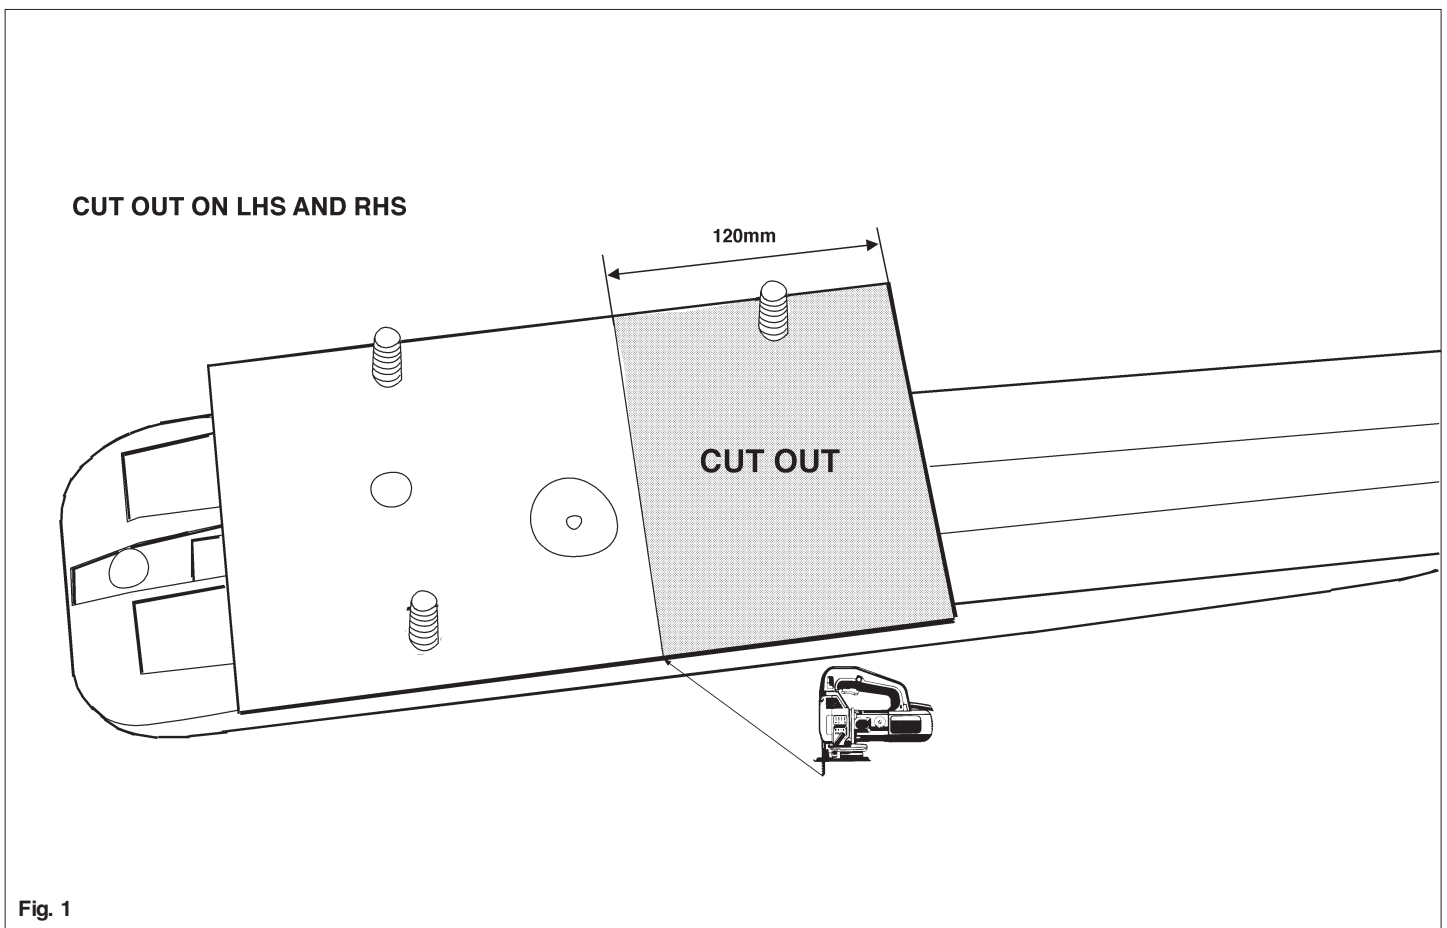

Fig. 1
2. Demonteer de bumper. Verwijder links en rechts de stelwiggen, deze komen te vervallen. Demonteer het aluminium bumperbinnenwerk uit de bumper. Zaag het aangegeven deel van het bumperbinnenwerk. (zie fig. 1). (120 diep x 110mm hoog). Haal links en rechts de de uitlaatdempers uit de ophangrubbers. Demonteer links en rechts de hitte schilden.
2. Remove the bumper. Remove the adjustment wedges at left and right; these will not be replaced. Remove the aluminium inner bumper fitting from the bumper. Saw a section out of the bumper inner fitting (see Figure 1 - 120 deep x 110 mm high). Take the exhaust silencers out of the suspension rubbers at the left and right. Take off the heat shields at left and right.
2. Die Stoßstange abnehmen. Links und rechts die Steilkelle entfernen. Diese werden nicht mehr benötigt. Die Aluminiuminnenverkleidung aus der Stoßstange herausnehmen. Den angegebenen Teil aus der Stoßstangeninnenverkleidung herausaggen (siehe Abb. 1) (120 tief x 110 mm hoch). Links und rechts die Auspuffdämpfer aus den Aufhängungsnummis nehmen. Links und rechts die Heißeischilder entfernen.
pare-chocs. Scier la partie indiquée dans la garniture de pare-chocs. (voir fig. 1). (profondeur 120 x hauteur 110 mm). Sortir à gauche et à droite les pots d'échappement des blocs caoutchouc. Démontez les boucliers thermiques à gauche et à droite.
1. Avlägsna golvmattn. Avlägsna sidoväggarnas bekädnad till höger och vänster. Avlägsna batteriet. Demontera CD-spelaren. Bilan kan vara utan strömförsörjning i max 30 minuter. Vid en längre avstängning av strömmen måste systemet återställas av din Mercedes återförsäljare. Du kan eventuellt koppla bilen till en reservströmkälla. Demontera köfångaren. Avlägsna delen ur köfångarens innanmäte (se fig. 1). (120 djup x 10mm hög). Tag till höger och vänster ut avgas-dämparna ur gummifästena. Demontera värmesköldarna till höger och vänster.
2. Demontera köfångaren. Avlägsna till höger och vänster ställkilar, dessa förfaller. Demontera köfångarens innanmäte av aluminium ur köfångaren. Säg ut den angivna delen ur köfångarens innanmäte (se fig. 1). (120 djup x 10mm hög). Tag till höger och vänster ut avgas-dämparna ur gummifästena. Demontera värmesköldarna till höger och vänster.
2. Zdemontować zderzak, oraz kliny regulujące z prawej i lewej strony. Elementy te nie będą ponownie wykorzystywane. Aluminium wzmocnienie zderzaka należy usunąć. Wzmocnienie to nie będzie ponownie wykorzystywane. Przedstawioną część na rys.1 wyciąć z wewnętrznego części zderzaka (120 mm głębokość x 10mm wysokość). Zdjąć z prawej i lewej strony wydech z gumowych uchwytoów. Z prawej i lewej strony zdjąć osłony wydechu.
1. Wyjąć matę z podłogi bagażnika. Z prawej i lewej strony usunąć osłony wydechu. Elementy te nie będą ponownie wykorzystywane. Aluminium wzmocnienie zderzaka należy usunąć. Wzmocnienie to nie będzie ponownie wykorzystywane. Przedstawioną część na rys.1 wyciąć z wewnętrznego części zderzaka (120 mm głębokość x 10mm wysokość). Zdjąć z prawej i lewej strony wydech z gumowych uchwytoów. Z prawej i lewej strony zdjąć osłony wydechu.
kofangeren ud (se fig. 1), (120 i dybden x 110mm i højden). Tag både i højre og venstre side udstødningsdæmperne ud af gummiophængningerne. Afmonter isoleringspladerne i højre og venstre side.